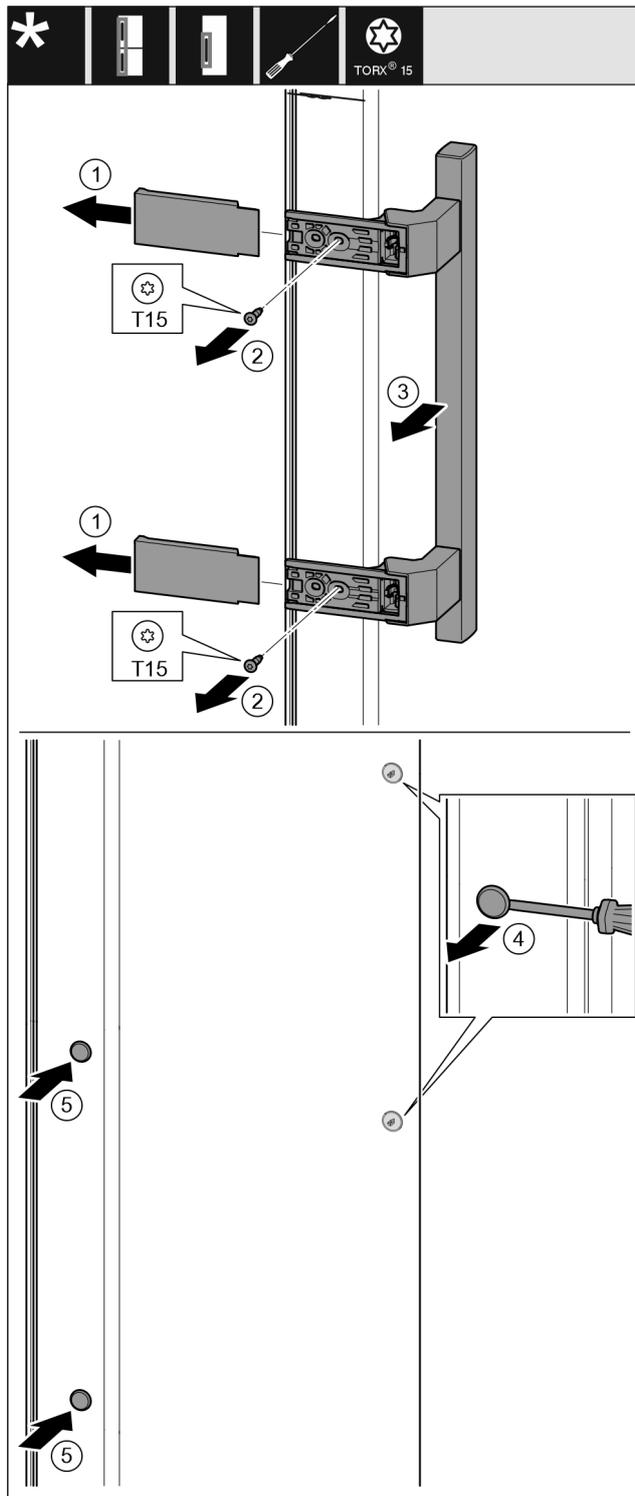

Fig. 39
- ▶ Desprindeți apăraoarea. Fig. 39 (1)
- ▶ Extrageți prin rotire șuruburile cu șurubelnița T15. Fig. 39 (2)
- ▶ Detașați mânerul. Fig. 39 (3)
- ▶ Ridicați cu precauție dopul lateral cu o șurubelniță plată și extrageți-l. Fig. 39 (4)
- ▶ Introduceți dopul pe partea opusă. Fig. 39 (5)